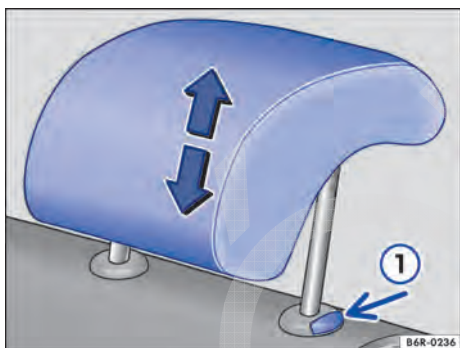

Fig. 32 Ajustar o apoio para cabeça traseiro.
- Empurrar o apoio para cabeça para cima no sentido da seta ou, com o botão → Fig. 32 ① pressionado, empurrar para baixo → ⚠️.